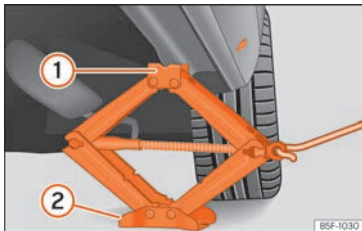

Abb. 191 Längsholm: Wagenheber ansetzen.
- Drehen Sie die Kurbel des unter dem Aufnahmepunkt des Längsträgers befindlichen Wagenhebers, bis sich die Nase ① >>> (Abb. 191) unter der vorgesehenen Einführung befindet.
- Richten Sie den Wagenheber so aus, dass sein Aufnahmehorn ① in die dafür vorgesehene Aufnahme am Längsträger „greift“ und die bewegliche Grundplatte ② plan auf dem Boden aufliegt. Die Bodenplatte ② muss sich dabei senkrecht unter dem Aufnahmepunkt ① befinden.